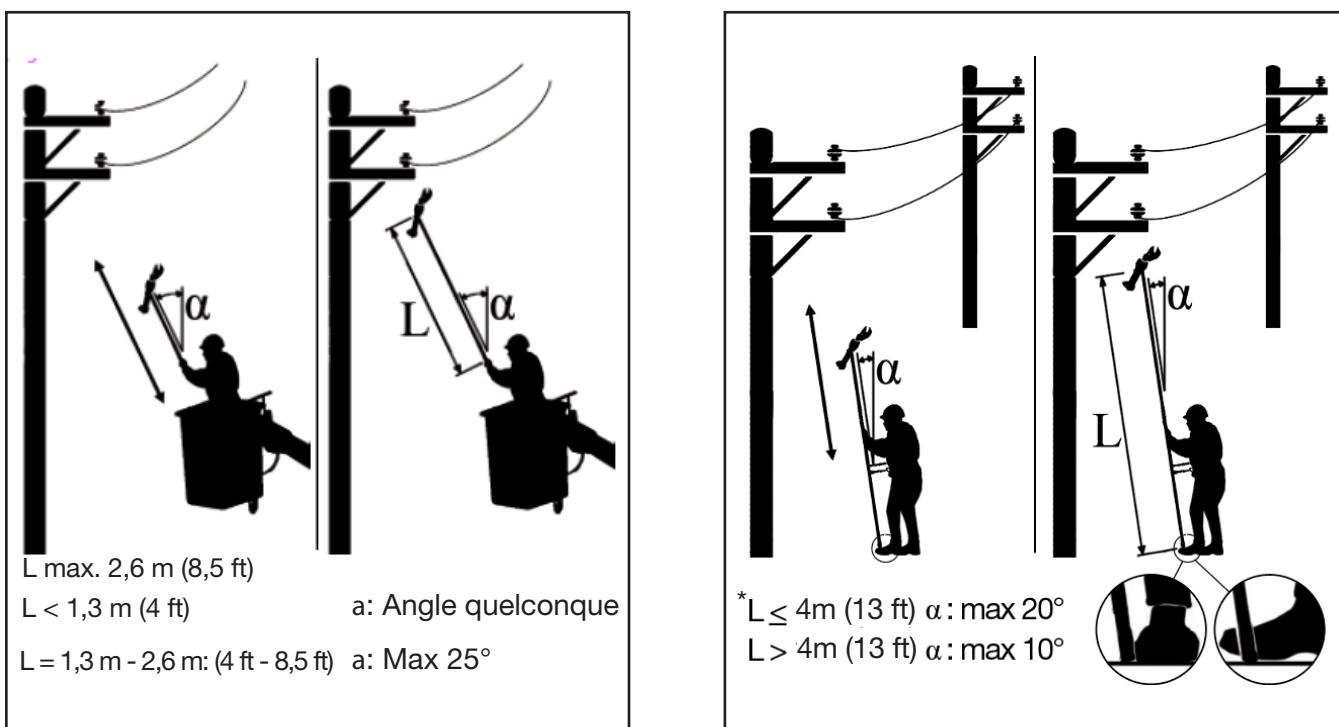

Figure 16
3. Fixer l'extrémité de la perche isolante avec votre pied ou, si vous utilisez une nacelle, avec la paroi de la nacelle pour réduire le risque de torsion ou de perte de contrôle de l'outil. Étendre la perche isolante et maintenir le bâtonnet incliné légèrement devant vous (Fig. 16).